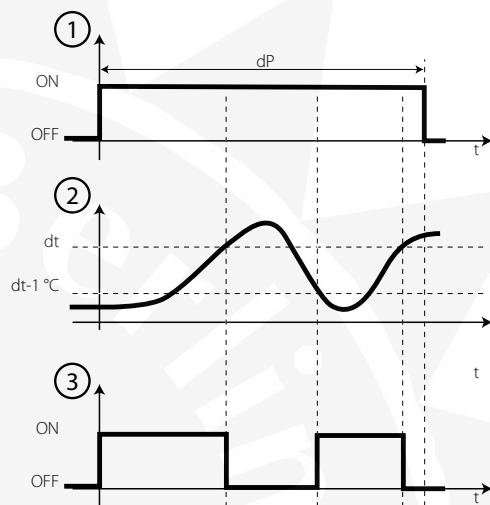

Fig. 4.g
- Zeitabhängig bei elektrischer Abtauung mit Temperaturregelung; für eine programmierbare Zeit: der Abtauaustrag wird nur aktiviert, wenn die Temperatur unter der Schwelle für Abtauende liegt, was Energieeinsparung und eine Abtauung des Verdampfers auch unter extremen Bedingungen garantiert (siehe Fig. 4.g).